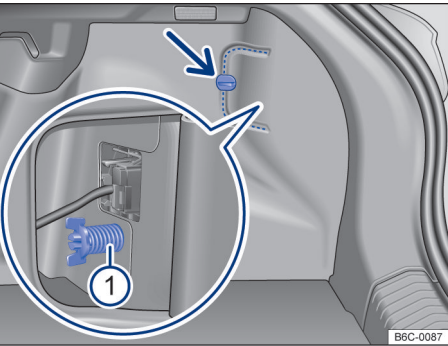

Fig. 135 No compartimento de bagagem: desinstalar cobertura e retirar o parafuso borboleta (1) (lupa).
3. Para abrir a cobertura da lanterna, girar a trava → Fig. 135 (seta).
5. Soltar o parafuso borboleta (1) (lupa) e retirá-lo, segurando, ao mesmo tempo a lanterna traseira.
6. Puxar cuidadosamente a lanterna traseira para fora, para desencaixá-la da carroceria → (1).
18. Segurar a lanterna traseira na posição de montagem com uma das mãos e aparafusar com a outra o parafuso borboleta → Fig. 135 (1).